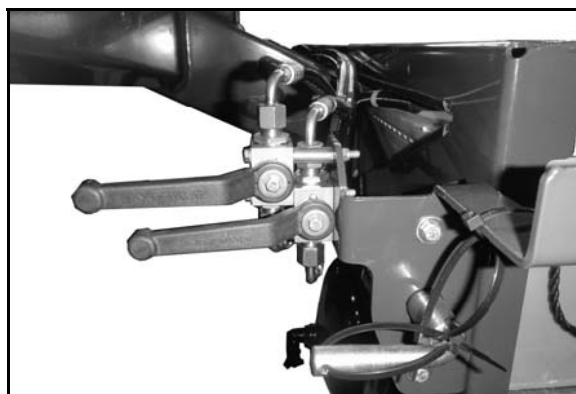

Fig. 23
- Ouvrir le robinet de fermeture du bloc hydraulique (Fig. 23/1).
- Fermer les robinets de fermeture (Fig. 23/2):